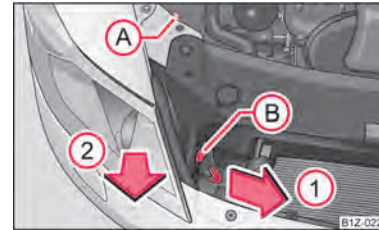

Fig. 181 Farurile din față: Poziția becurilor
- Deșurubați piulița din plastic Ⓐ => fig. 181.
- Trageți maneta de siguranță a farului până la limită în sensul săgeții ①.
- Întrerupeți alimentarea cu curent și scoateți farul cu atenție în sensul săgeții ②.